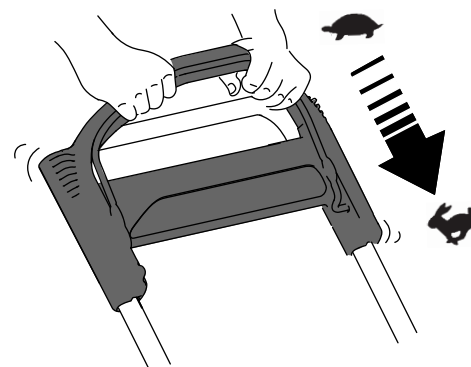

Figuur 14
1. Houd de bedieningsstang van het maimes tegen de handgreep (A in Figuur 14).
2. Trek aan de handgreep van het startkoord (B van Figuur 14).